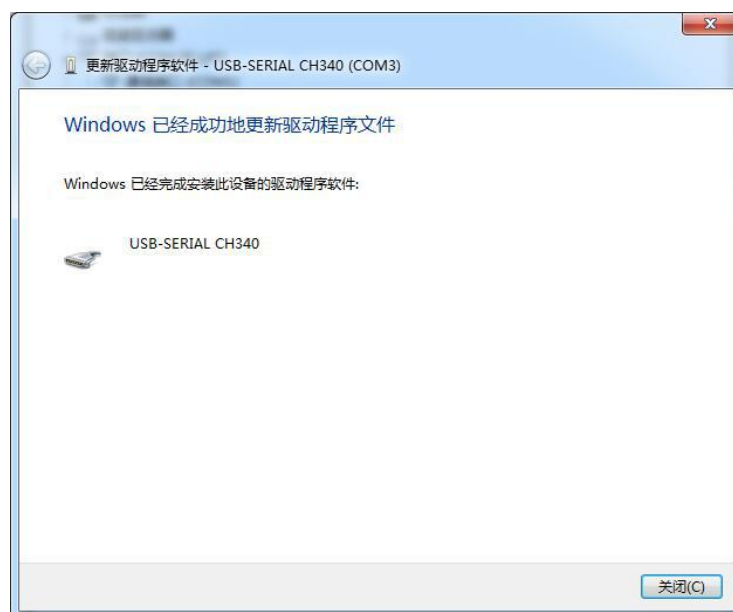

图 1.4 KGUS 软件驱动更新完成的显示
**Step3:** 根据自己选择驱动软件的路径，自动完成驱动程序的更新如图 1.4 所示。